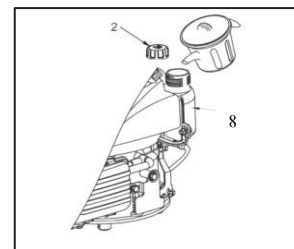

Fig. 5
1. Retire la tapa del depósito de combustible (2).
2. Añada combustible por debajo del límite de nivel de combustible en el cuello del depósito de combustible (8) (consulte la Fig. 5).